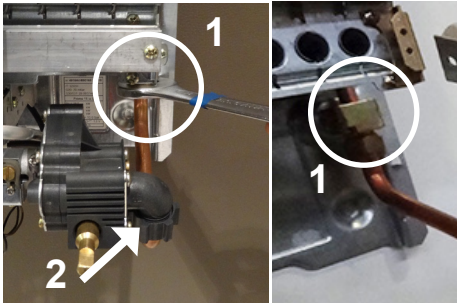
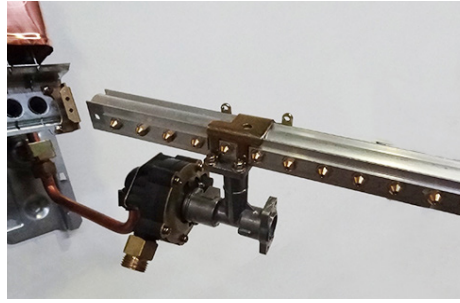

Fig. 17
Fig. 18
- Allentare il raccordo indicato in Fig. 17 (part. 1) e spostare verso destra il gruppo acqua/gas e diffusore come indicato in Fig. 18